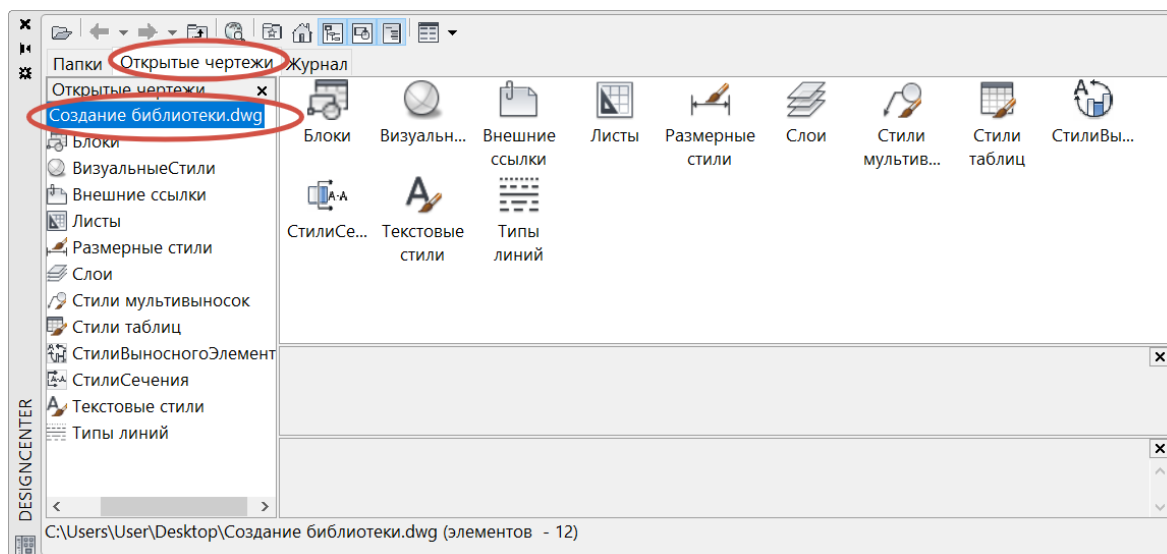

Рис. 135. Окно Центр управления
3. В появившемся окне в его левой части перейти в раздел Открытые чертежи и выбрать название чертежа с блоками, в котором идет работа (рис. 135). Для этого необходимо щелкнуть по нему ЛКМ.